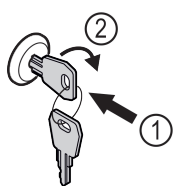

Fig. 130
- Sleutel erin duwen. Fig. 130 (1)
- Sleutel 90° rechtsom draaien. Fig. 130 (2)